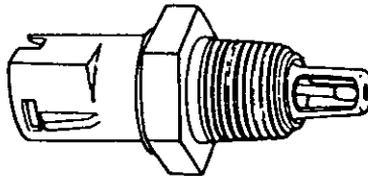

FIG. 5.6 SENSOR DE TEMPERATURA DE AIRE EN EL SISTEMA DE ADMISIÓN.
**Sensor de temperatura de aire en el sistema de admisión (Fig. 5.6).**- Al cambiar la temperatura de aire, su densidad se modifica y la mezcla no será adecuada. Este sensor permite aumentar o disminuir la cantidad de combustible para adecuarla a la necesidad del aire. Algunos sensores se localizan en el múltiple de admisión; otros se instalan en el filtro del aire.